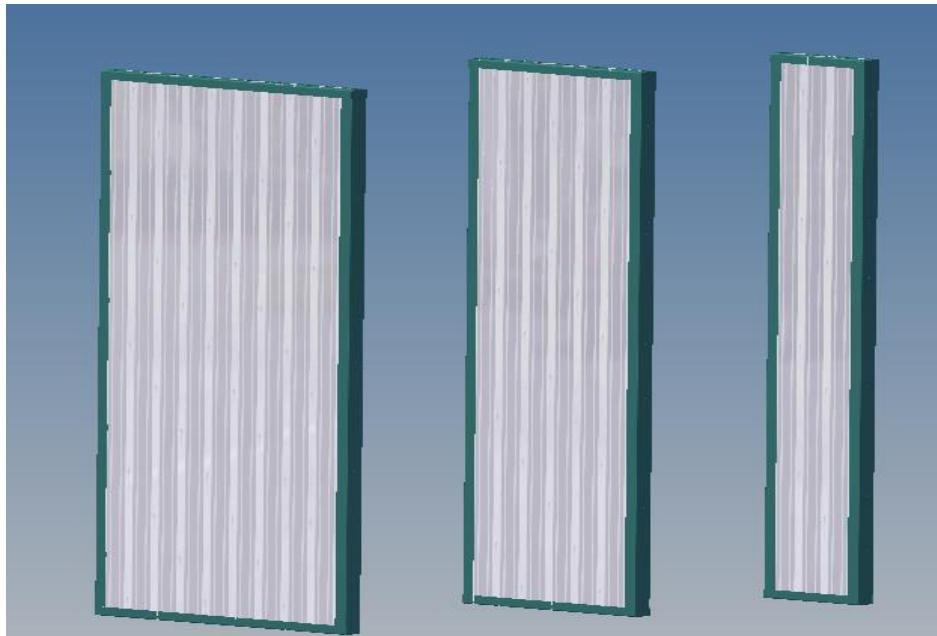

Bild 1 Modulelemente 2400 mm , 1650 mm , 900 mm
- 3.2.3 Die einzelnen Wandmodule (Bild 1) nach dem projektbezogenen Positionsplan Teil für Teil aufstellen, am Boden mit den gelieferten Ankerbolzen (siehe Stückliste) befestigen und miteinander verschrauben.